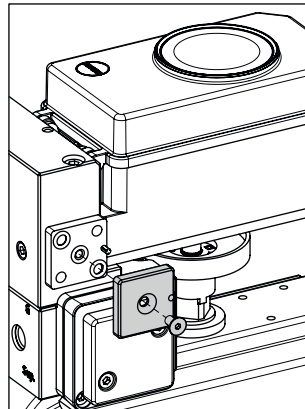

Bild 15: Montage der Wendepatte
9. Bei Funktion doppelwirkend Wendepatte mit der Beschriftung **Doppel**, bei Funktion Teilhubtest Wendepatte mit der Beschriftung **PST** montieren (vgl. Bild 15).